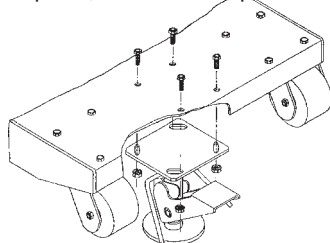

Figure 2
(2) **Modèles hydrauliques de gerbeurs :** Le dispositif de blocage au sol est livré non monté pour éviter qu'il ne soit endommagé en cours de transport. Il doit être mis en place sous la base avant la mise en service. Voir Figure 2.
Si cette opération ne résout pas le problème, desserrez l'écrou d'assemblage (voir Figure 2) et actionnez la pédale une ou deux fois. Cela provoque la circulation de l'huile, ce qui élimine toute possible poche d'air. Resserrez l'écrou d'assemblage avant de vous servir du matériel.
Réglage de la vitesse. LISEZ LA DESCRIPTION COMPLÈTE DE CETTE OPÉRATION AVANT DE L'EFFECTUER! Il peut dans certains cas s'avérer nécessaire de régler la vitesse de la plateforme (ou de la fourche). Cela peut se faire en procédant comme suit à l'aide de la vis de réglage qui fait partie de la vanne d'étirage/rétraction (Réf. C3). Voir la Figure 2 pour une représentation détaillée de cette pièce.